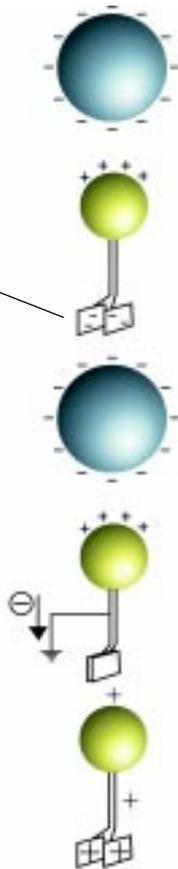

FIGURA 5
**Eletrização por Indução:** Este tipo de eletrização faz uso da atração de cargas de sinais opostos, como na sequência mostrada na figura 5.